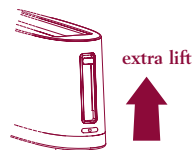

Fig. 7
- 5 Neem het brood uit. Til de hendel nog iets op om het brood makkelijker uit te kunnen nemen en houd de hendel in deze stand totdat u het brood hebt verwijderd (functie EXTRA LIFT) (fig. 7).